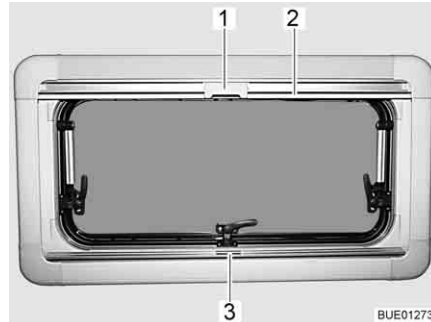

Bild 79 Ausstellfenster
- faltverdunklung in der Mitte der Griffleiste (Bild 79,3) fassen, von unten nach oben ziehen und auf der gewünschten Höhe loslassen. Die faltverdunklung bleibt in dieser Höhe stehen.
- Insektenschutzrollo an der Griffleiste (Bild 79,2) nach unten ziehen, bis es an der Griffleiste der faltverdunklung (Bild 79,3) anstößt.
- Raste (Bild 79,1) am Insektenschutzrollo mit der Griffleiste der faltverdunklung verriegeln.
- Raste (Bild 79,1) am Insektenschutzrollo oben nach hinten drücken.
- Insektenschutzrollo an der Griffleiste (Bild 79,2) langsam zurückführen.